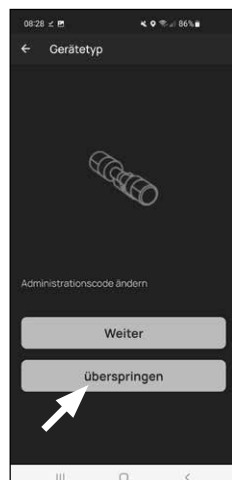

Abb. 7
- 8 Sie erhalten einen Hinweis, dass Sie Ihren Administratorcode ändern können. Da Sie bei Auslieferung bereits einen zufallsgenerierten Administratorcode erhalten haben, ist dieser Schritt nur optional. Sie können ihn mit „Überspringen“ auslassen (Abb. 7).